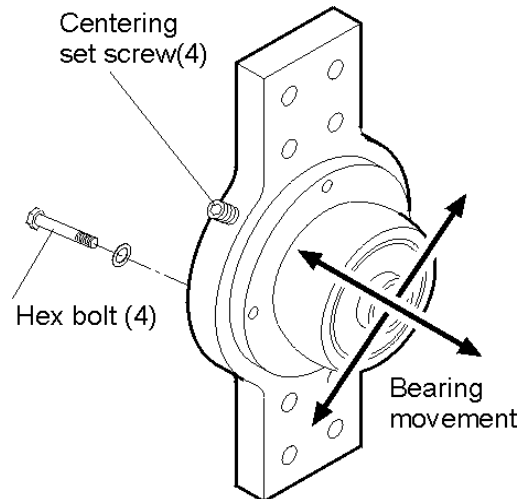

Рис. 12.ЦЕНТРИРОВАНИЕ ПОДШИПНИКОВ
9. Как показано на рис. 12, отцентрируйте подшипники на опорных подшипниках: